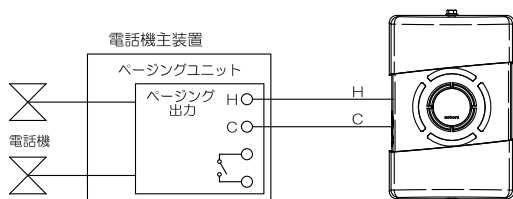

図1
- 本機の入力端子と電話機主装置のページングユニットの出力端子を接続してください。（図1参照）